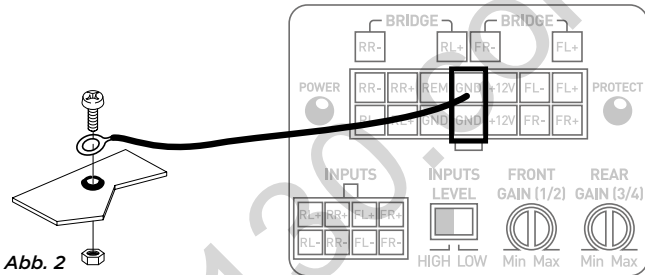

Abb. 2
- 10 - Bereiten Sie die Erdung des Gestells vor, indem Sie jede Farbspur auf der Metalloberfläche abkratzen, um eine gute Erdung sicherzustellen. Die Erdungsanschlüsse müssen so kurz wie möglich sein und IMMER an geschweißtes Metall an der Karosserie oder am Gestell des Fahrzeugs angeschlossen werden (**Abb. 2**). Der allgemein gewählte Erdungspunkt ist derjenige, der die Verbindung zwischen dem Minuspol der Batterie und dem Gestell des Fahrzeugs sicherstellt.
**3.3.2** - Nehmen Sie das negative (-) Stromkabel. Dieses Kabel muss so kurz wie möglich sein und sollte idealerweise 1 Meter nicht überschreiten, um eine perfekte Verbindung zwischen dem Verstärker und dem Fahrzeuggestell sicherzustellen. Das Kabel und sein Querschnitt müssen der in 3.1 genannten Tabelle entsprechen. Finden Sie einen geeigneten Erdungspunkt und schleifen Sie ihn dann ab, um jede Spur von Farbe oder anderem Lack zu entfernen und so die Kontaktqualität zu optimieren. Durchbohren Sie das zuvor geschliffene Blech im Durchmesser, der der gewählten Schraube entspricht, und vergewissern Sie sich, dass kein Durchlauf von Tankkabeln oder einem anderen empfindlichen Element des Fahrzeugs in der Nähe ist. Schweißen und isolieren Sie (mit dem Schrumpfschlauch) das Erdungskabel am mitgelieferten Kabelausgang zu Ihrem Verstärker IMPULSE 4.320 (**Abb. 2**).